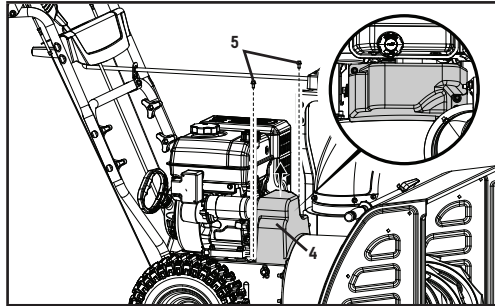

Figure 24
1. Retirez le couvercle en plastique de la courroie sur le devant du moteur en enlevant les deux boulons M6 x 16 (5) (figure 24).